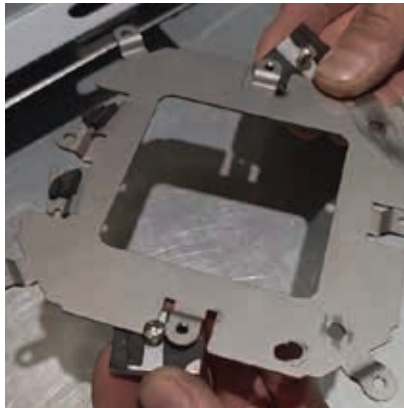

Figura 1
5. Inserta los clips de sujeción en las ranuras en forma de cuña situadas junto a los orificios centrales, en el lado opuesto al orificio de fijación que vayas a utilizar (figura 1). La figura 2 es un primer plano que muestra cómo debe instalarse el clip de sujeción en el hueco situado junto al orificio de fijación.